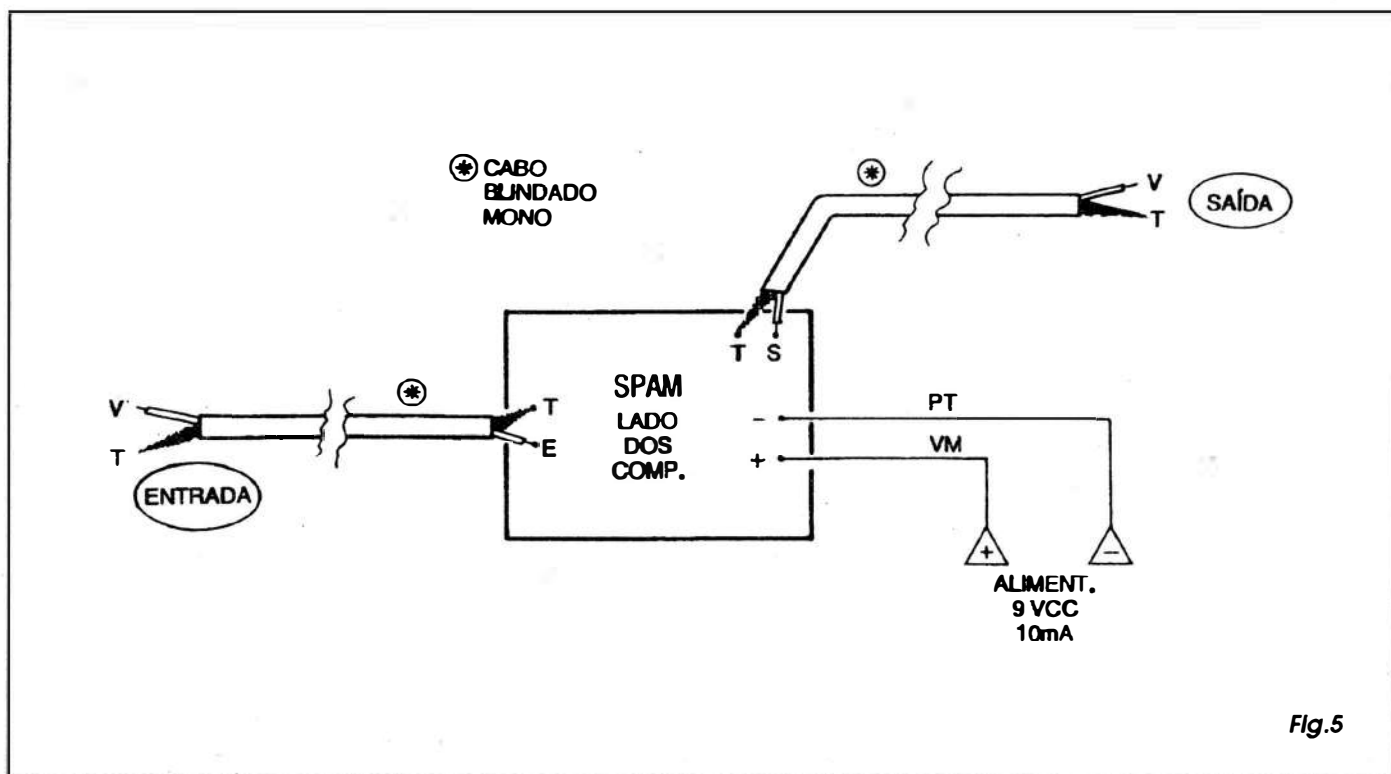

Fig.5
- FIG. 5 - CONEXÕES EXTERNAS À PLACA - As ligações externas se resumem aos cabos (blindados) de Entrada e Saída e aos fios (polarizados) da alimentação... A figura mostra a plaquinha ainda pelo seu lado não cobreado (devendo o leitor/aluno comparar a codificação atribuídas aos furos/ilhas periféricos, com aquelas vistas na figura anterior...), porém não considerando os componentes já soldados sobre a placa, para descongestionar o diagrama...